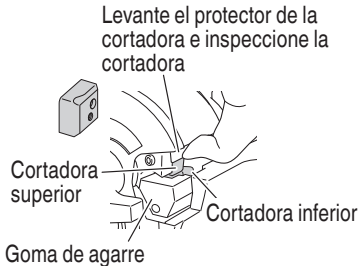

Fig. 28
- (6) Verifique si hay anomalías como desgastes, deformaciones o roturas en la cortadora. (Fig. 28)